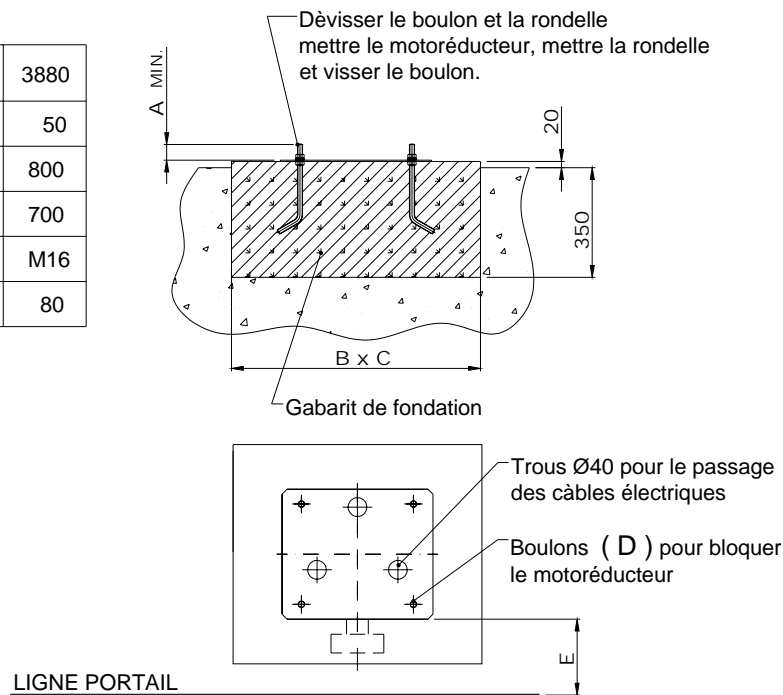

Fig. 2
Les groupes 3800 comprennent un gabarit de fixation, qui doit être ancré au sol sur un plinthe de fondation indiqué (voir schéma figure 2) en noyant dans le jet les crochets de fondation inclus, ou en utilisant des chevilles bien dimensionnées non incluses.
1. Il faut positionner le gabarit de façon qu'une fois installé le groupe, la valeur « E » soit respectée (voir tableau fig. 2). Elle varie selon le groupe utilisé.
6. il faut positionner les crochets de fondation pour l'ancrage de la base du motoréducteur de façon qu'ils sortent du plinthe de fondation de la valeur « A » indiquée dans le tableau de la figure 2. Il ne faut pas oublier que la valeur « A » varie selon le type de groupe (3820, 3840 ou 3880).